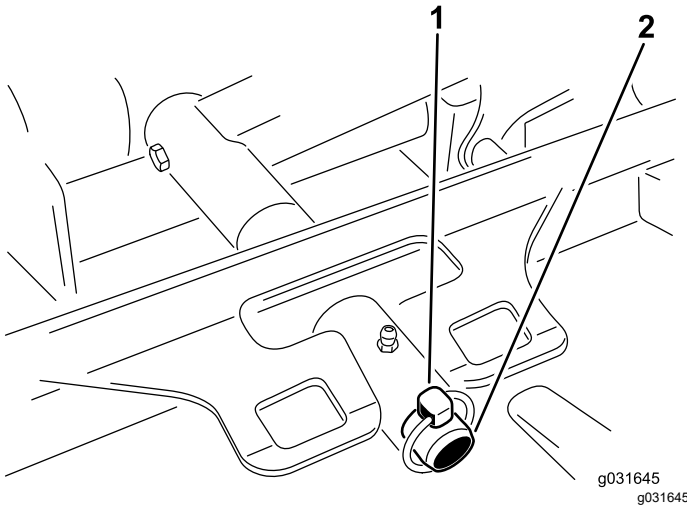

Figura 69
3. Retire o pino de sujeição ou a porca de bloqueio que fixa estrutura de suporte da unidade de corte ao pino de articulação do braço de elevação (Figura 69).
3. Deslize a estrutura de suporte da unidade de corte para o pino de articulação do braço de elevação e prenda-a com o pino de sujeição ou a porca de retenção (Figura 69).